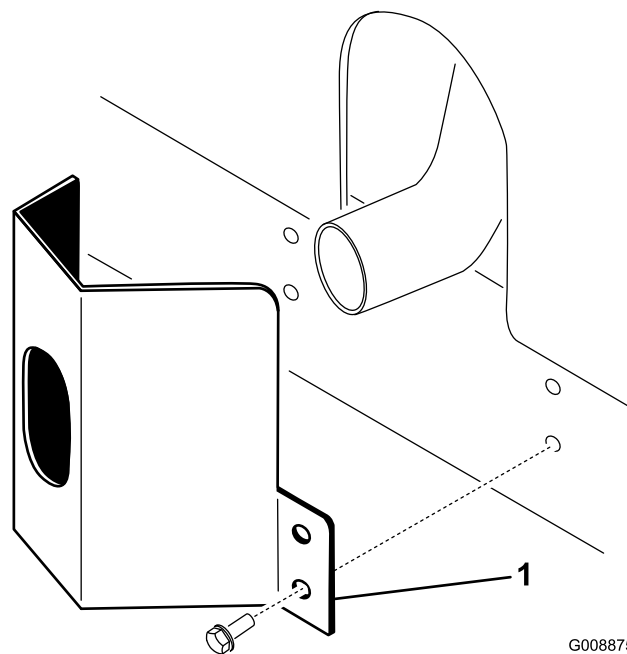

図 11
1. フレームについている取り付け穴に合わせてマフラー部にガードを取り付ける (図 11)。
2. タップネジ 4 本で固定する (図 11)。